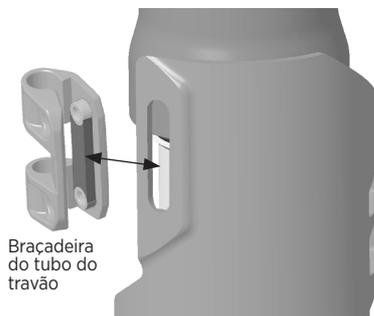

Figura 4: Instalação da braçadeira do tubo do travão na proteção inferior do garfo
1. Instale a braçadeira do tubo do travão na abertura com ranhuras da proteção inferior do garfo (Figura 4). Verifique se a saliência da braçadeira está totalmente instalada na ranhura da proteção.